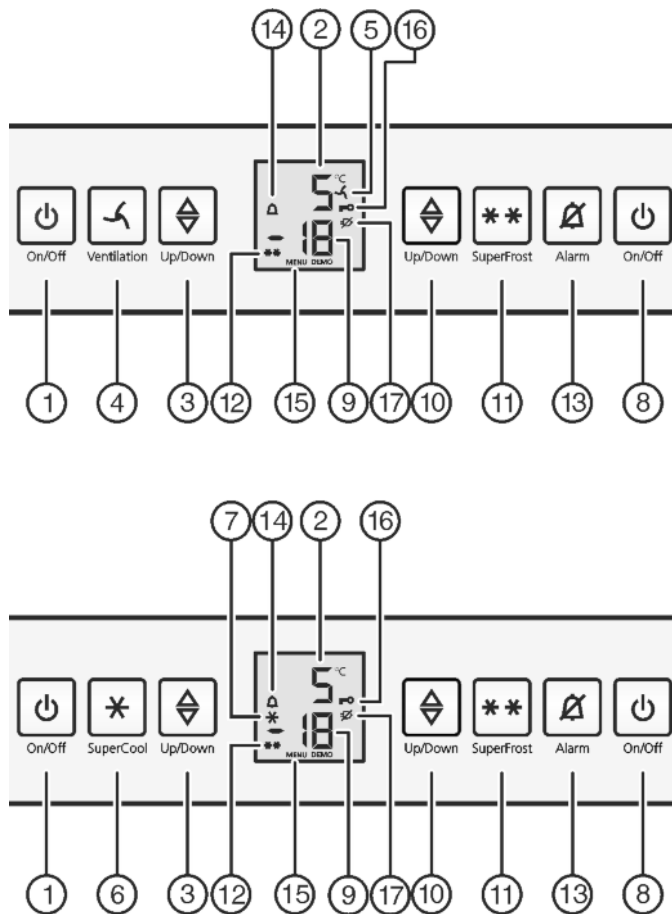

Fig. 2
- ▶ Toets On/Off vriesgedeelte *Fig. 2 (8)* indrukken.
- ▶ Toets On/Off koelgedeelte *Fig. 2 (1)* indrukken.
- ▶ Instelmodus activeren: Druk de toets SuperFrost *Fig. 2 (11)* gedurende ca. 5 seconden in.
- ▷ Op de display wordt het symbool Menu *Fig. 2 (15)* weergegeven.
- ▶ Met de toets SuperFrost *Fig. 2 (11)* kort bevestigen.
- ▷ Het symbool Kinderbeveiliging *Fig. 2 (16)* op de display gaat branden.
- ▶ Druk de toets On/Off van het vriesgedeelte *Fig. 2 (8)* kort in.
- ▷ Het symbool Kinderbeveiliging *Fig. 2 (16)* gaat uit.
Tegelijkertijd knipperen de temperatuurdialysen en het symbool Alarm *Fig. 2 (14)*.
Het akoestisch alarm stopt automatisch, het symbool Alarm *Fig. 2 (14)* gaat uit en de temperatuurdialysen houden op met knipperen, wanneer de temperatuur weer laag genoeg is.
- ▶ Toets Alarm *Fig. 2 (13)* indrukken.